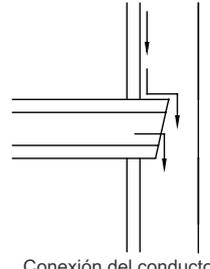

Fig.29
n.º3: Fije el tubo horizontal como se muestra en la Fig. 29